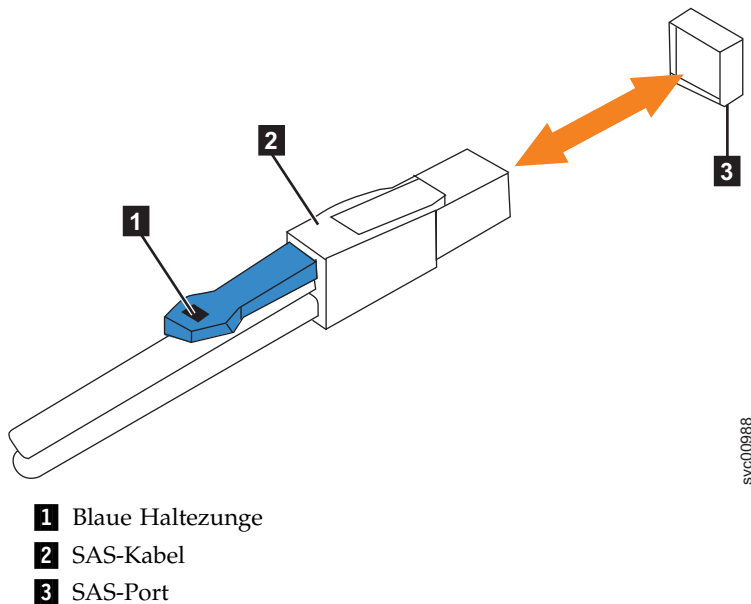

Abbildung 88. Korrekte Ausrichtung für SAS-Kabelstecker
5. Stellen Sie sicher, dass der SAS-Stecker ordnungsgemäß ausgerichtet ist (siehe Abb. 88). Die blaue Zunge muss zur Oberseite des Gehäuseeinschubs zeigen.